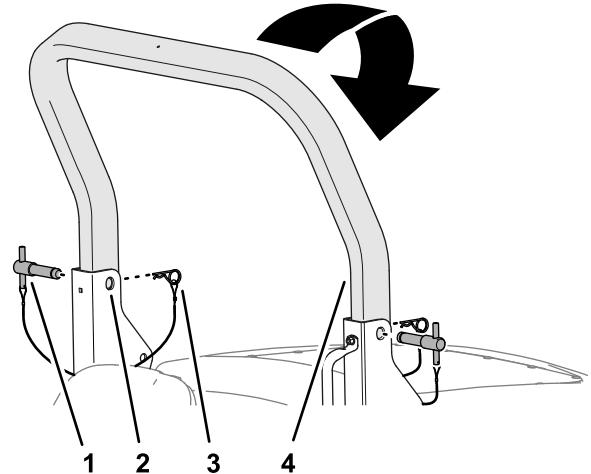

Figura 26
2. Togliete le coppiglie dai perni del roll bar nelle staffe orientabili del telaio del roll bar inferiore (Figura 26).
3. Mentre sostenete il peso della parte superiore del roll bar, togliete i relativi perni dalle staffe orientabili (Figura 26).